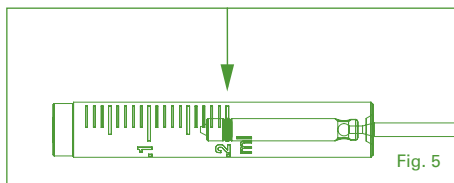

Fig. 5
Impostazione del volume nei modelli con capacità fino a 0.3 ml: Allentare il dado di serraggio (5) e ruotare il manicotto (4) per centrare l'O-ring sul valore desiderato nei modelli 0.1 – 0.2 – 0.3 ml (Fig. 5).
Ajuste de volumen (Fig. 5 and 6)
Ajuste de volume (Fig. 5 e 6)
Nos modelos de 0,1; 0,2 e 0,3 mL, centralize o O-ring na graduação desejada (Fig. 5).